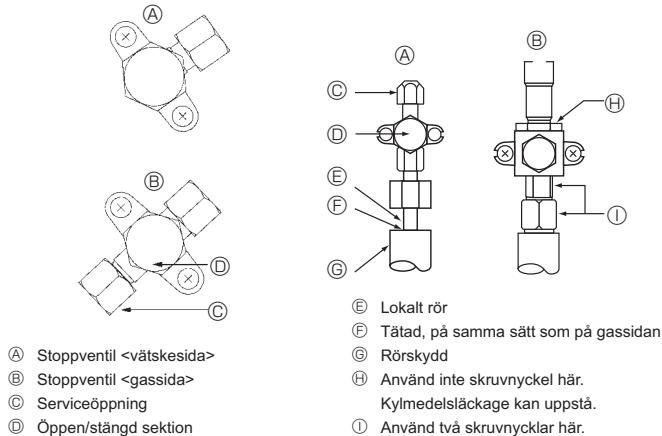

Fig. 4-5
4.4. Provmetod för att kontrollera om köldmedelsrören är lufttäta (Fig. 4-5)
- Kontrollera att stoppventilerna (A) är stängda, öppna dem inte.
- Trycksätt köldmedelsledningarna via serviceöppning (C) på stoppventilen för vätska, (A).
- Om trycket minskar i steg (2) eller (3), finns det en gasläcka. Leta efter orsaken till denna gasläcka.